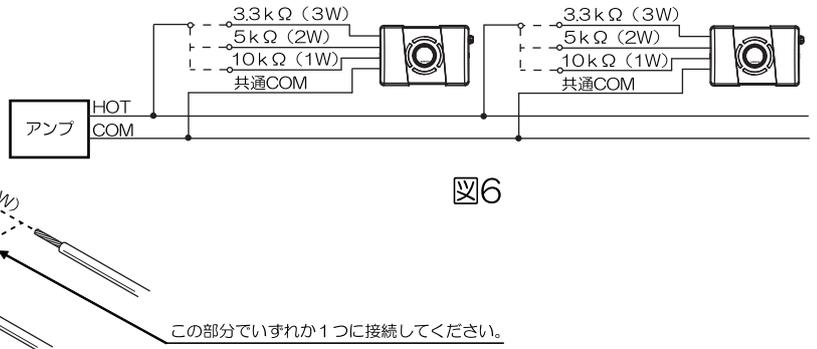

図6
- ・スピーカーを2台以上使用するとき、図6、8、10、11のように極性を合わせて並列接続してください。
- ・スピーカーの定格入力 (W) の合計がアンプの定格出力 (W) より小さいか、同じようになるようにしてください。